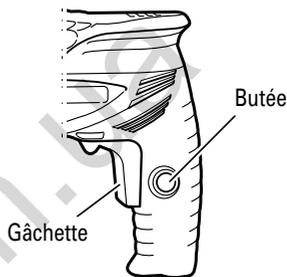

Fig. 9
1. Fonctionnement de l'interrupteur (Fig. 9)